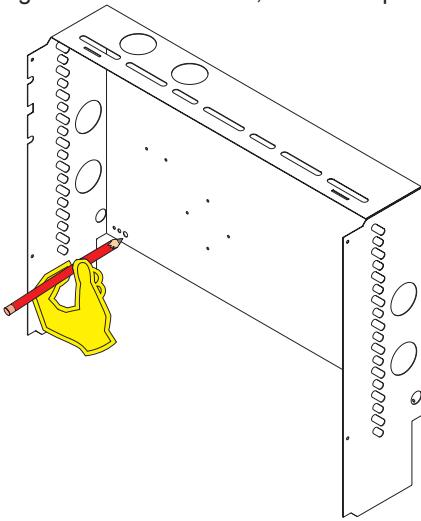

Figure 3
6. Replacer le capot profond en position contre le mur et marquer les positions des trous de montage. **Voir Figure 3.** Percer des trous de diamètre approprié pour les ancrages achetés localement. Les trous de montage devront recevoir des ancrages de diamètres 3/16, 1/4 ou 3/8 po.